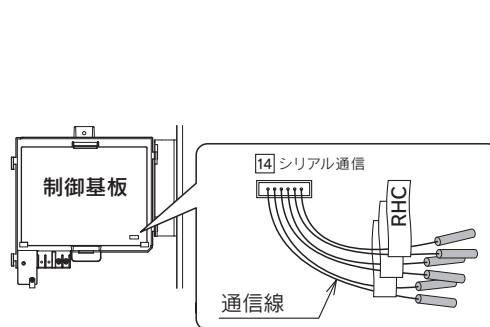

図2
5. 信号線を通信線の圧着端子に差し込んでカシメ工具でかしめます。(図2、3)